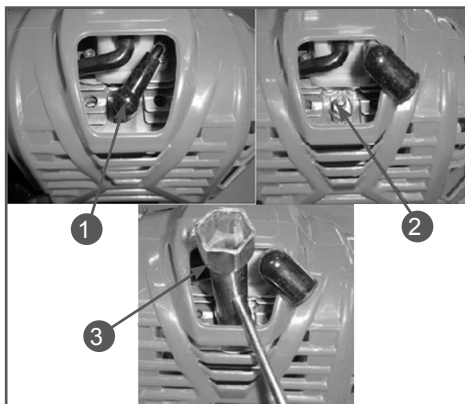

Рис. 16 Откручивание свечи зажигания
1. Снимите колпачок высоковольтного провода 1 со свечи зажигания 2 (Рис.16) и удалите грязь вокруг свечи зажигания.
Для замены корда заглушите двигатель триммера и снимите со свечи зажигания колпачок высоковольтного провода (Рис. 16).